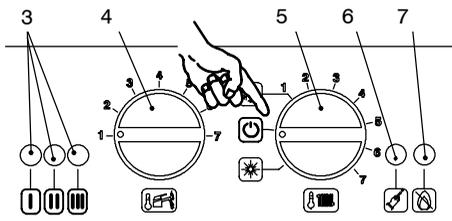
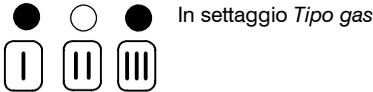
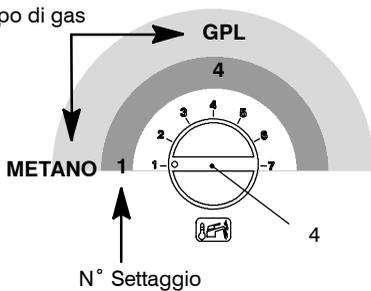
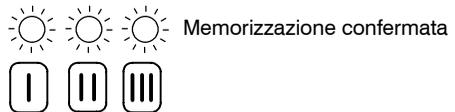

fig. 8.3
fig. 8.5
fig. 8.6
fig. 8.8
- 1 Ruotare il selettore di funzione 5 come in fig. 8.3
- 2 Posizionare il selettore 5 come indicato in fig. 8.3; la lampada di segnalazione 3 lampeggia ad intermittenza circa ogni 4 secondi.
- 4 Tenere premuto il pulsante di ripristino 6 in fig. 8.3 per circa 10 secondi, la lampada di blocco 7 in fig. 8.3 inizierà a lampeggiare.
- Premere il pulsante di ripristino 6 in fig. 8.3 tante volte (4 volte) fino alla visualizzazione delle spie di segnalazione 3 in fig. 8.3 come in fig. 8.5 (leggenda spie fig. 8.2).
Per visualizzare il settaggio impostato tenere premuto il pulsante di ripristino 6 in fig. 8.3 per circa 5 secondi. Le spie di segnalazione 3 in fig. 8.3 lampeggeranno un numero di volte pari al settaggio (fig. 8.6).
- Per cambiare il settaggio ruotare la manopola regolazione temperatura sanitari 4 in fig. 8.3 e posizionarla per il **tipo di gas** prescelto fig. 8.6 (nella figura es. manopola settata per **gas Metano**), la lampada di segnalazione blocco 7 in fig. 8.3 lampeggia velocemente.
- Per memorizzare il settaggio premere il pulsante di ripristino 6 in fig. 8.3 per circa 5 secondi, le spie di segnalazione 3 in fig. 8.3 lampeggiano tutte quante simultaneamente come in fig. 8.8 (leggenda spie fig. 8.2)